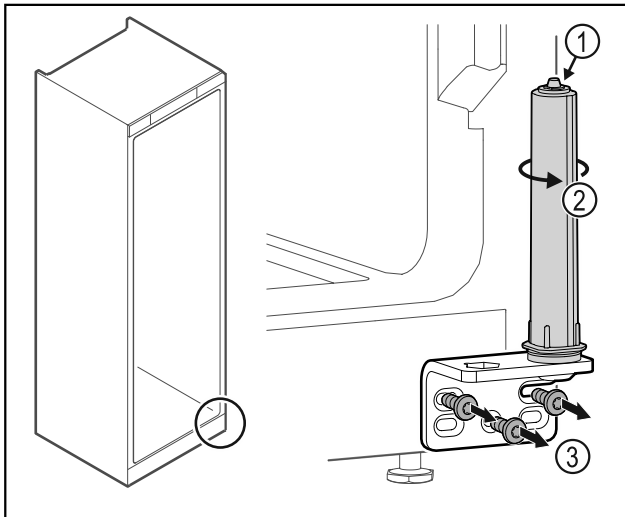

Fig. 50
- ▶ Не розбирати систему закриття дверей Fig. 50 (1).
- ▶ Повертати систему закриття Fig. 50 (2) до клацання.
- ▶ Відкрутити шарнірний кутик Fig. 50 (3).